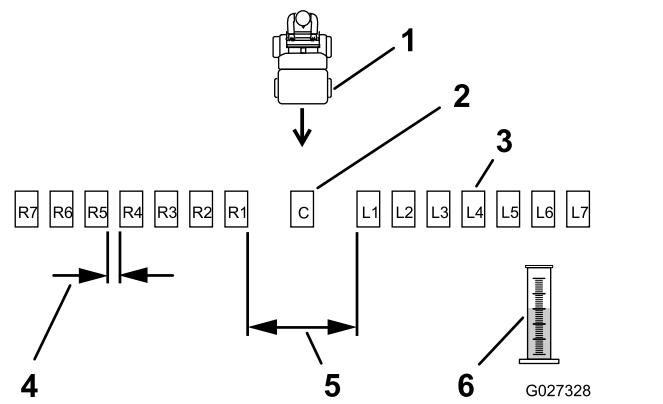
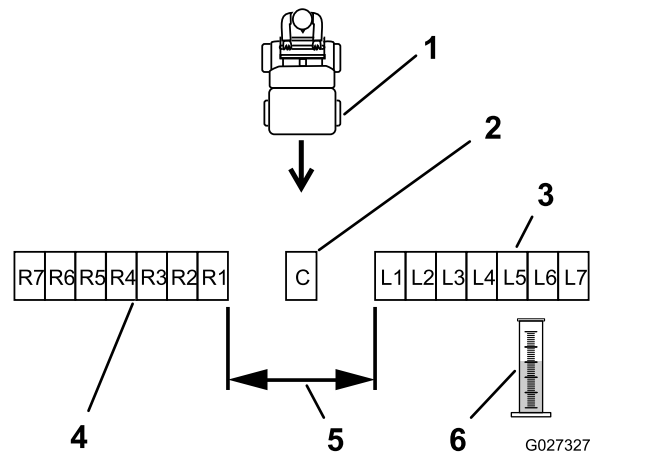

Figura 21
Figura 22
2. Coloque las bandejas restantes en línea recta, según se muestra en Figura 21 o Figura 22.
Coloque 6 bandejas más en cada lado, con 30 cm (12") entre ellas (Figura 21).
Coloque 6 bandejas adicionales en cada lado, sin espacio entre las bandejas (Figura 22).
- Etiquete cada cilindro graduado según la bandeja de recogida correspondiente (por ejemplo, L2, L1, Centro, R1, R2...); consulte Figura 21 y Figura 22.